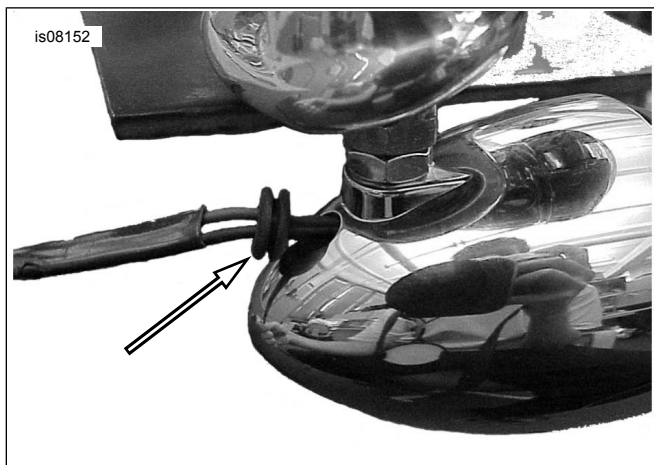

Abbildung 8. Tülle aus dem Satz einbauen
4. Siehe Abbildung 8. Neue Tülle (Teile-Nr. 11443) aus dem Satz auf dem Blinker-Kabelbaum einschrauben und in die abgebildete Position bewegen. Tülle im Blinkergehäuse einbauen. Es kann hilfreich sein, Wasser zu verwenden, um den Einbau zu erleichtern.